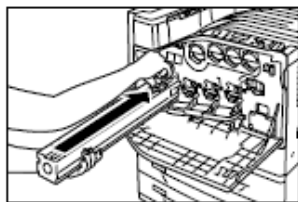

图 2-59 滑动橙色旋钮
⑧ 朝打印机方向滑动橙色旋钮，这样就会将保护膜中的感光鼓推入打印机中，如图 2-59 所示。